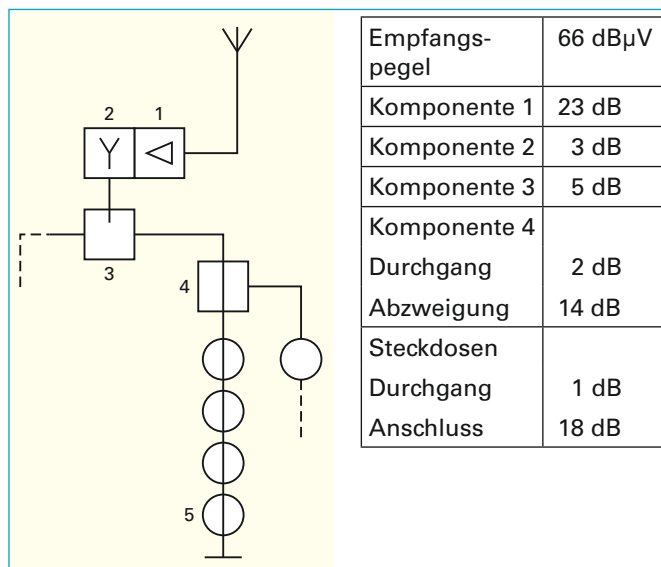

Bild 1: Baugruppen und Daten einer Antennenanlage
1.1 Geben Sie die fachgerechte Bezeichnung der Baugruppen ① bis ④ in **Bild 1** an.
- ① _____
② _____
③ _____
④ _____
1.3 Ermitteln Sie den Spannungspegel in dBμV an der Steckdose ⑤ unter Berücksichtigung eines Antennengewinns von 15 dB und einer Gesamtkabeldämpfung von 4 dB sowie den in **Bild 1** angegebenen Dämpfungswerten.